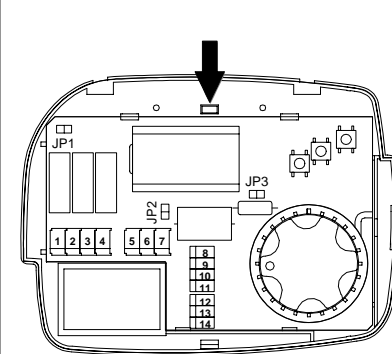

Fig. 4: Vista interna.
2. Sganciare la piastra attaccata alla base del termostato spingendo il dentino plastico indicato in Fig. 4 e, allo stesso tempo, spingere la piastra verso il basso fino a liberarla dalla base.
Il dispositivo può essere alimentato a 230V~ oppure a 24V~. Il termostato è impostato dalla fabbrica a 230V~ con il jumper in posizione JP1. Per selezionare l'alimentazione a 24V~ è necessario spostare il jumper JP1 (Fig. 4) nella posizione JP2 (Fig. 4). Come visibile in Fig. 7 e 8 i morsetti di alimentazione sono il 5 e 6. Nel caso di alimentazione a 230V~ è importante rispettare linea e neutro. Al morsetto 7 è disponibile un ingresso per la selezione raffrescamento/riscaldamento centralizzata.